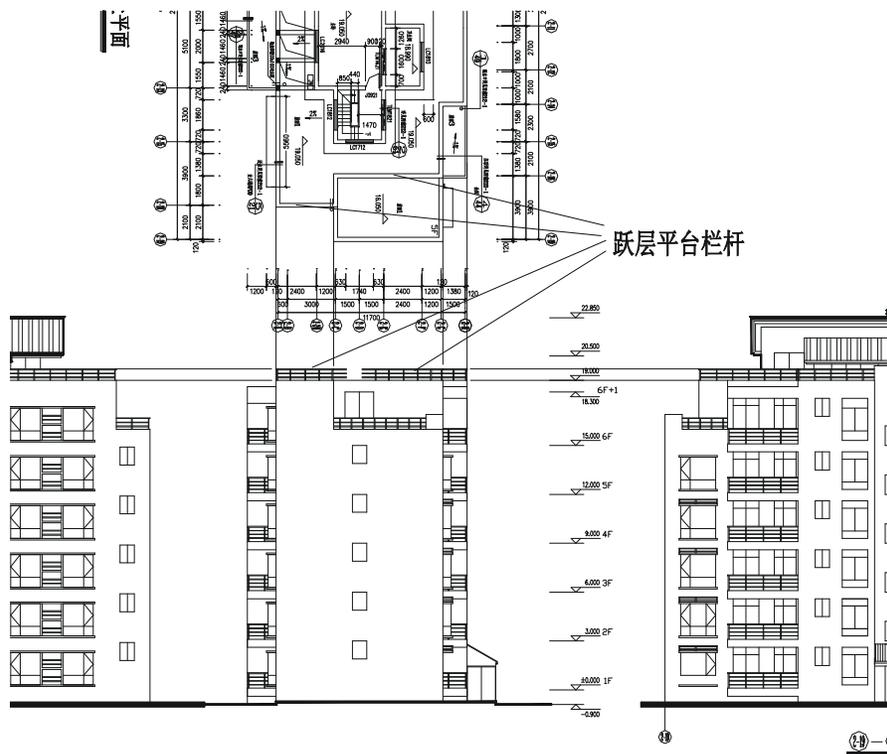
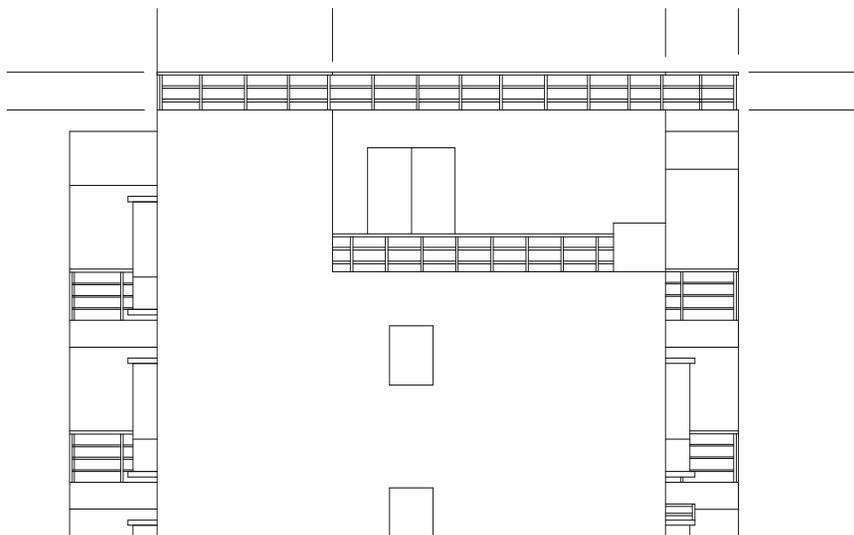

图 12-1-70
图 12-1-71
**STEP 29** 使用绘制直线命令 LINE 从左边或右边的立面引出跃层的屋顶平台线, 并使用复制命令 COPY 将右边立面上的栏杆复制一份放在该平台上, 如图 12-1-70 所示。
**STEP 30** 使用修剪命令 TRIM 和延伸命令 EXTEND (EX) 等对如图 12-1-70 所示复制得到的栏杆进行整理, 如图 12-1-71 所示。